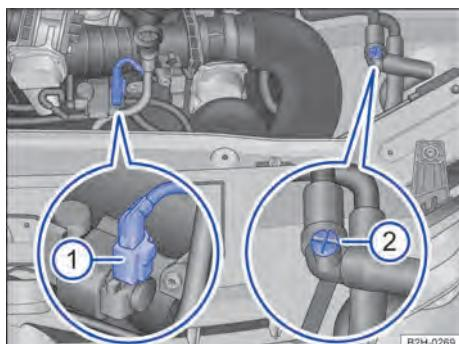

Fig. 173 No compartimento do motor: conector  e válvula de ventilação manual .
- 4 Abrir a válvula de ventilação manual → Fig. 173  em cerca de 3 voltas em sentido anti-horário.
- 6 Remover o conector ao lado da vareta de medição do óleo → Fig. 173  e fixar. Não conectar o conector novamente até a visita à oficina.